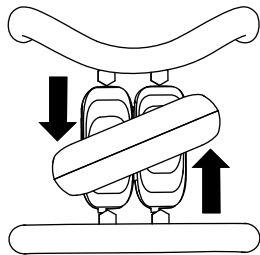

Figura 9
- Para girar a la izquierda, gire el control de tracción en el sentido contrario a las agujas del reloj (Figura 9).